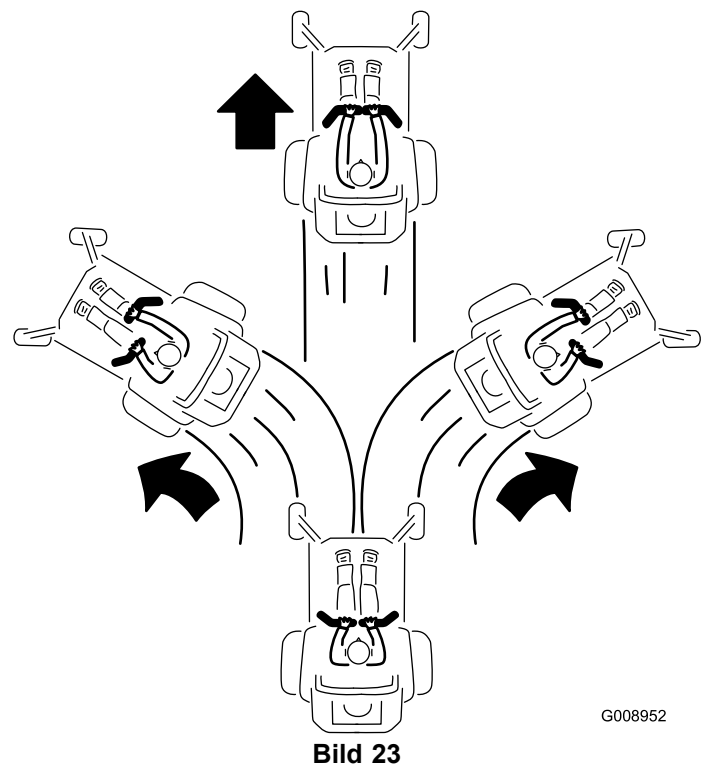

Bild 23
3. Schieben Sie für das Vorwärtsfahren die Fahrtriebshebel langsam vorwärts (Bild 23).